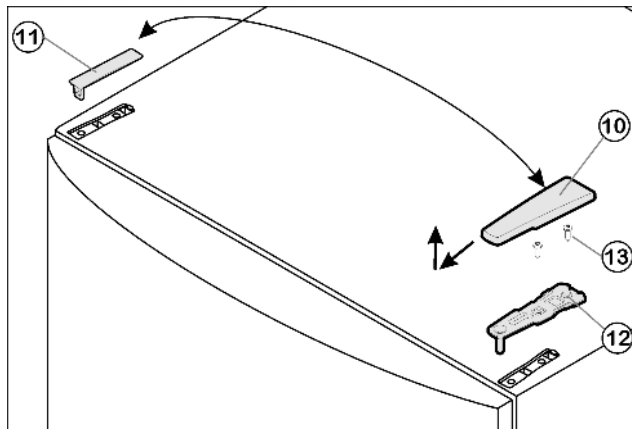

Fig. 4
- ▶ Wyjąć osłonę Fig. 4 (10) do przodu i do góry.
- ▶ Podnieść osłonę Fig. 4 (11).
- ▶ Odkręcić górną płytkę zawiasu Fig. 4 (12) (2 razy Torx® 25) Fig. 4 (13) i wyjąć ją do góry.
- ▶ Włożyć w drzwi górną płytkę zawiasu Fig. 4 (12) po nowej stronie zawiasów.
- ▶ Przykręcić mocno górną płytkę zawiasu Fig. 4 (12) (z siłą 4 Nm) (2 razy Torx® 25) Fig. 4 (13). Ewentualnie nakłuć otwory pod śruby lub użyć wkrętarki akumulatorowej.
- ▶ Zazębnić osłonę Fig. 4 (10) i osłonę Fig. 4 (11) odpowiednio po przeciwległej stronie.